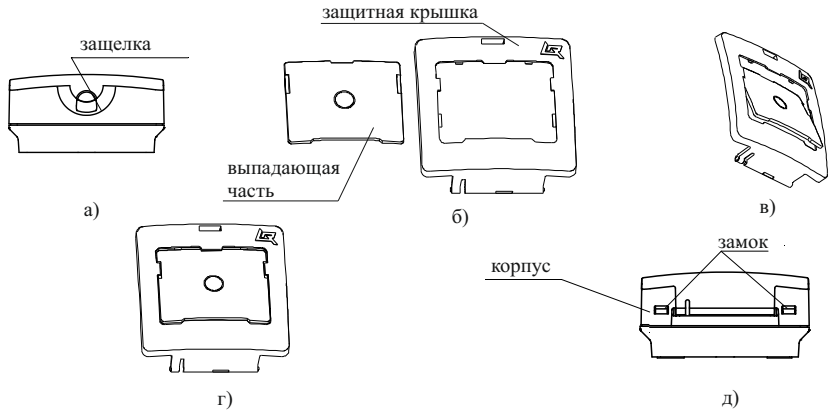

Рисунок 2
- 6.6 Для установки выпадающей части необходимо открыть защитную крышку, поддев защелку в верхней части корпуса острым предметом (Рисунок 2 а). Далее защитная крышка показана отдельно от корпуса (снимать крышку с корпуса УДП не следует). Выпадающая часть в положении, показанном на рисунке 2 б), ввести верхней кромкой в середину выреза защитной крышки (Рисунок 2 в) и, повернув, совмещая плоскости, защелкнуть нажатием на кромки выпадающей части (Рисунок 2 г).
- 6.9 Для установки УДП необходимо отсоединить корпус от основания, нажав отверткой на замки (Рисунок 2 д). (При этом кнопка должна быть в отжатом состоянии).